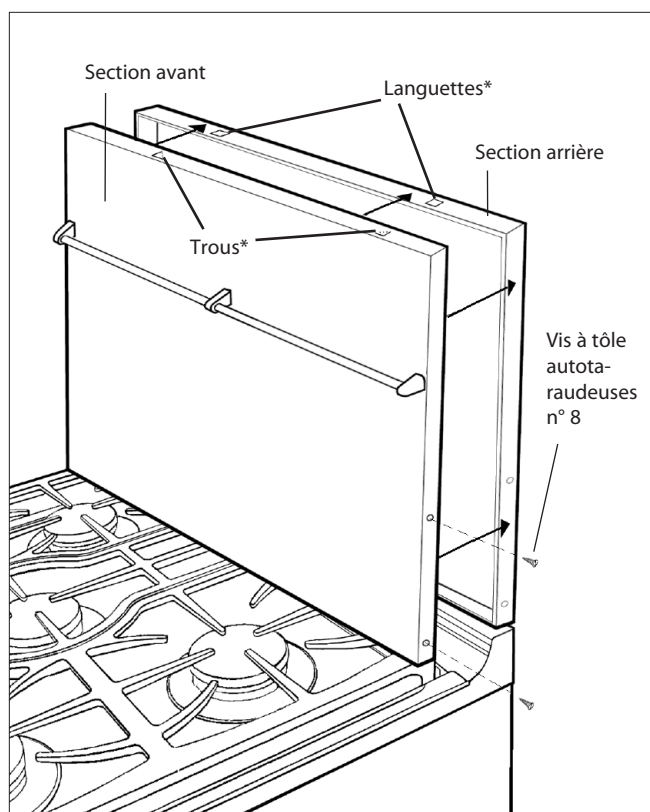

Fig.05
4. Recourbez les languettes en forme de coin par-dessus la section avant sur environ 5 mm (3/16 po). Lors du montage de la section avant, assurez-vous que ces languettes pénètrent dans les trous correspondants situés sur le haut de la section arrière (voir fig. 05, page 5).
5. Fixez la section avant du dossier à la section arrière à l'aide des vis à tôle autotaraudeuses n° 8 fournies (fig. 05, page 5).